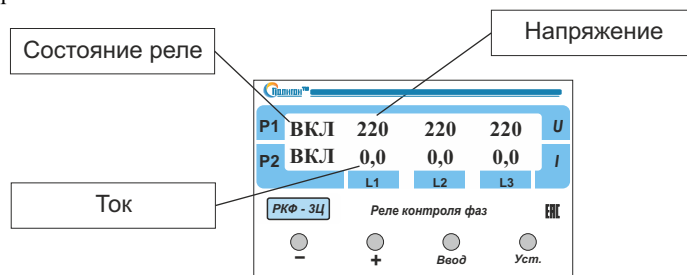

Рис.1
4.1.2. На индикаторе реле РКФ-3Ц высветятся текущие показания напряжения, тока и состояние внутренних реле (Рис.1). При номинальном напряжении сети включено реле Р1, и если ток нагрузки не превышает значение номинального тока, то включено реле Р2.